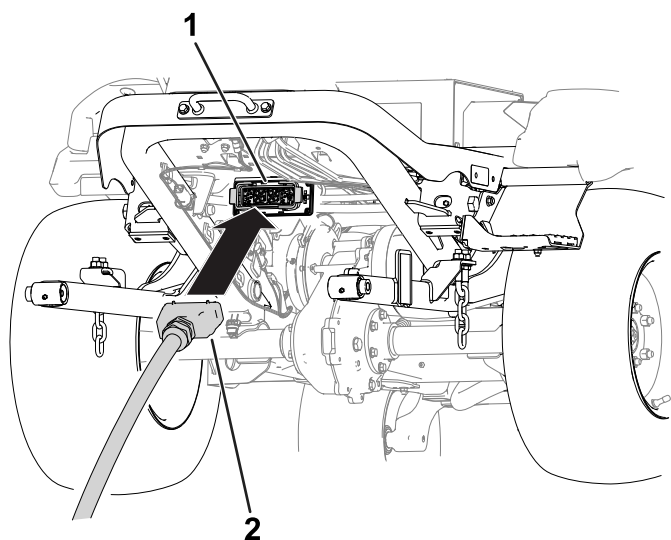

Figura 5
7. Enchufe el conector de la unidad de corte en el conector de la máquina (**Figura 5**).